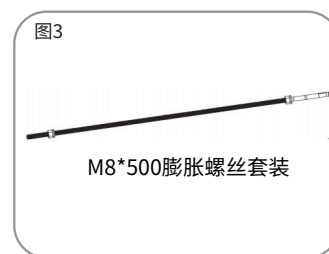

图3
- I. 当 $C \geq 190\text{mm}$ 时, 选用 M8*500膨胀螺丝套装, 如图3;